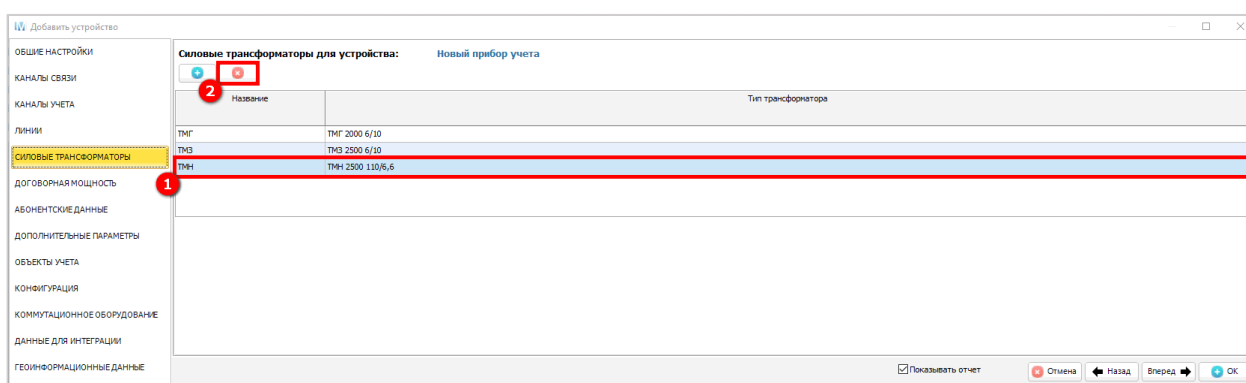

Рисунок 314 – Параметры устройства – Силовые трансформаторы – Удаление силового трансформатора
При необходимости можно удалять указанные силовые трансформаторы для конкретного устройства. Для этого с помощью левой кнопки мыши выбираем трансформатор (1) (см. рисунок 314) и нажимаем кнопку удаления (2).